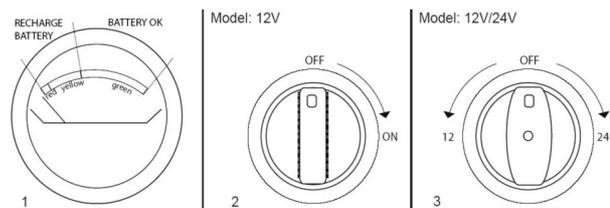

Abb. 5: Bedienfeld SB 250/SB 500
Schritt 6: (SB 250) Den ON/OFF Batterieschalter auf ON stellen und das Fahrzeug starten (Abb. 5 - 2. Bild)
Schritt 6: (SB 500) Den Wahlschalter 12/OFF/24 (Abb. 5 - 3. Bild) auf 12V oder auf 24V stellen, je nachdem, welche Spannung die Anlage des Fahrzeugs hat, das gestartet werden soll. Das Fahrzeug starten.
Schritt 7: Sobald das Fahrzeug gestartet worden ist, den Batterieschalter (5) wieder auf OFF stellen (Modelle SB 250 und SB 500).
Schritt 8: Das Starthilfekabel mit der schwarzen Klemme (6) von der Fahrzeugmasse abnehmen und sofort in seine Halterung stecken.
Schritt 9: Das Starthilfekabel mit der roten Klemme (1) vom Pluspol (+) der Batterie abnehmen und sofort in seine Halterung stecken.